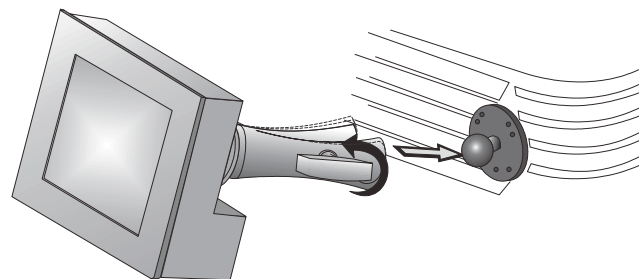

图 2-7
1. 松开固定臂，使其末端恰好能够与位于数字电影放映机后面板上的球窝接头吻合。图 2-7